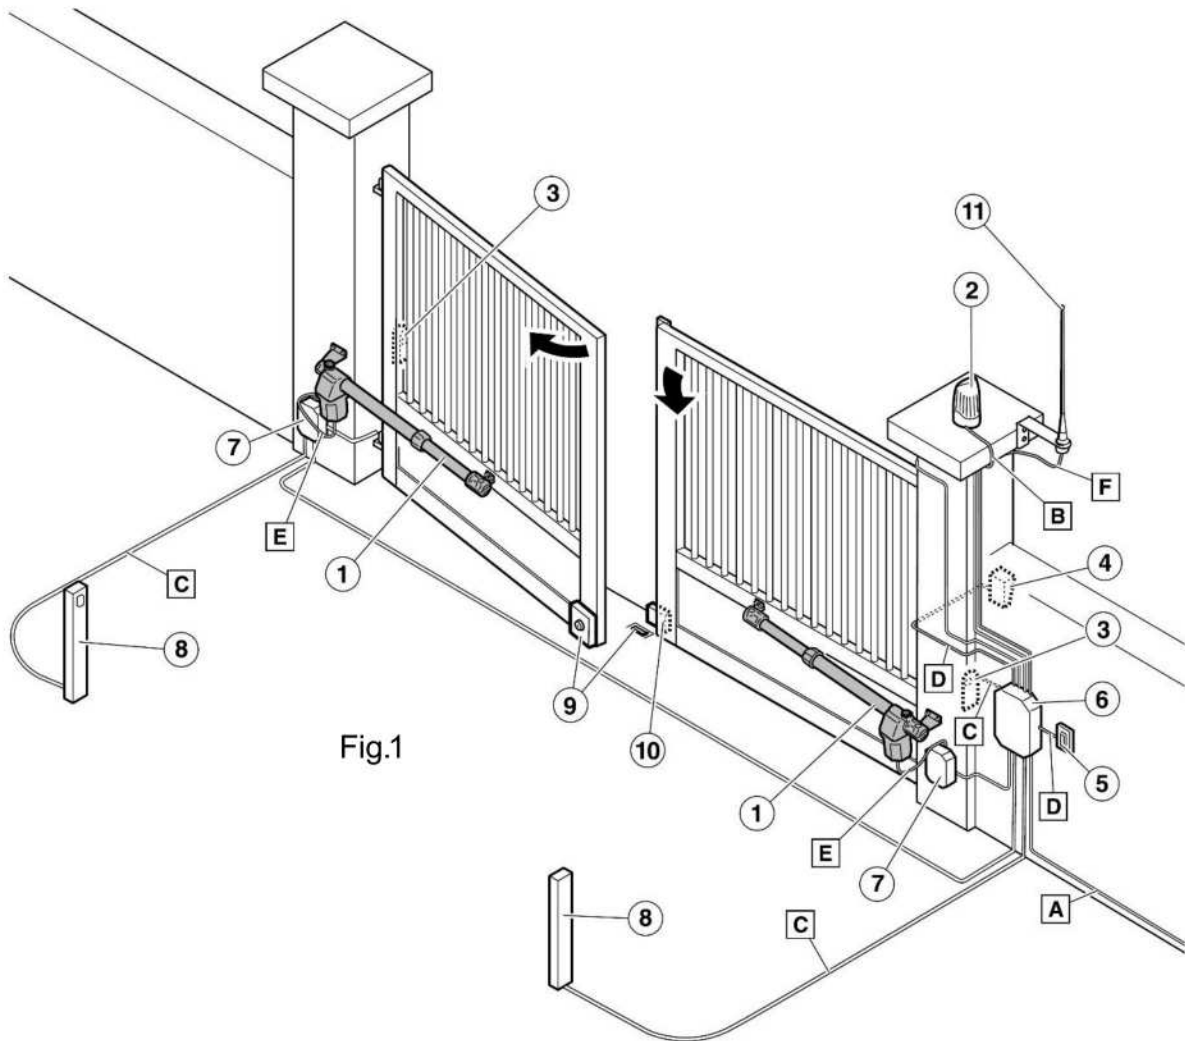

Fig.1
5. Partes de un Portón Abatible (Fig.1).